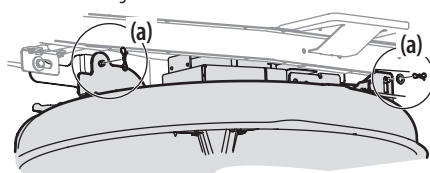

Figura 32
5. Extraiga los pasadores de chaveta con unión curva (a) que aún están sujetando la plataforma al tractor cortacésped, como se indica en la Figura 32.